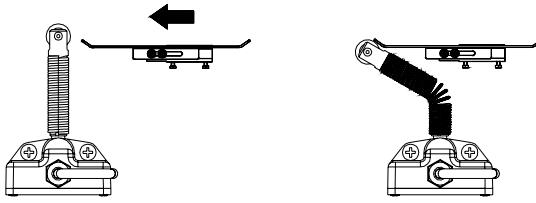

Fig.21
a) La plaque doit activer le fin de course sur la partie profilée d'après la Fig. 21.